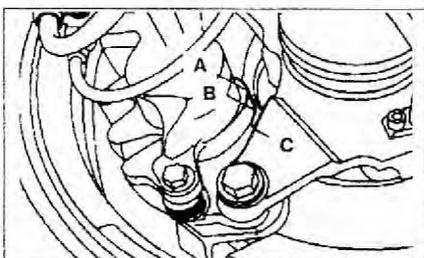

Рис. 1.24. Проверка толщины тормозных накладок (сдвоенные шины).
2. Проверьте положение меток А и В на тормозном суппорте при вращении относительно края С (рис. 1.24). А – новая прокладка, В – оставшаяся прокладка около 5 мм. Этот тест только – грубая проверка. Если метка В приблизилась к метке С, необходимо произвести проверку, сняв колесо.